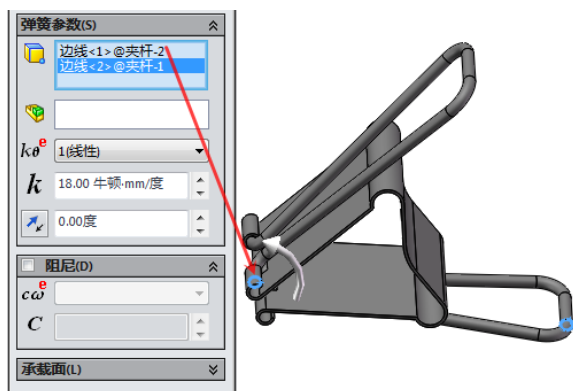

图 10-30 设置弹簧参数
- 02 在装配体模型中定义终点和轴向, 并设置弹簧的参数, 在图形区域中显示出弹簧预览效果, 如图 10-30 所示。